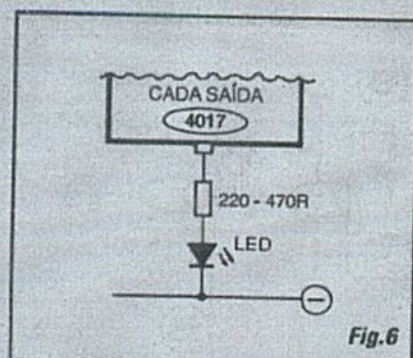

Fig. 6
- FIG. 6 - ACIONANDO LEDs... - Se a Tensão de alimentação for superior a 9V (até 15V, que é o limite superior teórico para os Integrados C.MOS...) e for desejado o acionamento de LEDs pelas Saídas do 4017, recomenda-se a intercalação de resistores limitadores, cujos valores - tipicamente - ficam entre 220R e 470R... Um fato a ser lembrado é que, se usarmos o estado "alto" das Saídas para a energização de LEDs, *jamaiz* teremos *mais de uma*